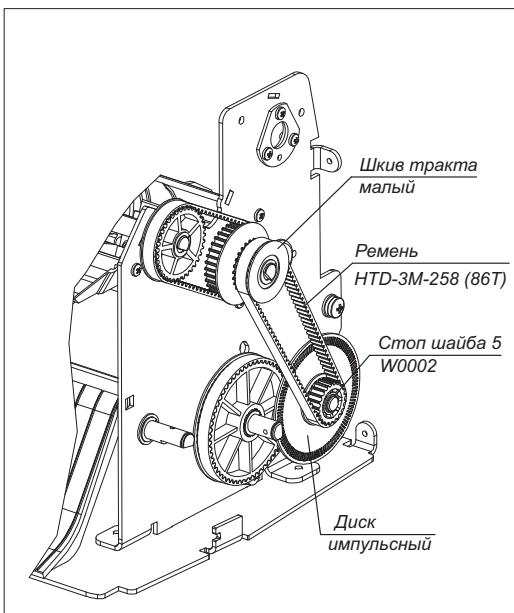

Рис. 24
- Снимите ремень HTD-3M-258 (86T) с диска импульсного и шкива тракта малого (рис. 24).
- Извлеките стоп шайбу 5 W0002 из кольцевой проточки вала двигателя (рис. 24).
С позицией “Диск импульсный EBKM.00D600.00.00.005” (изм.3) устанавливать ремни (см. рис. 24, 25 и 26):